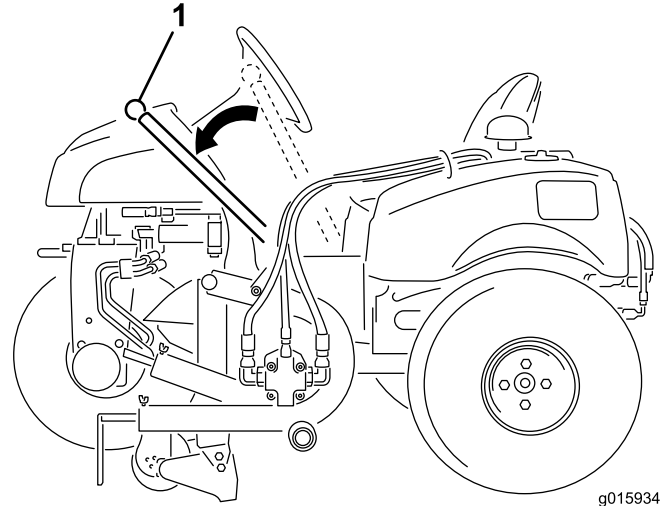

図 17
このハンドルでエッジャーの上げ下ろしを行います（図 17）。
2. ハンドルを外側に倒してエッジャーのブレードを地表面まで下降させる（図 17）。
- ・ ハンドルを外側に倒してエッジャーのブレードを移動走行位置に上昇させる（図 17）。